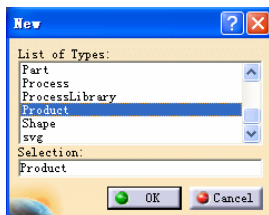

图 5-2
- 启动 CATIA, 选择 File→New→Product 命令, 如图 5-2 所示。